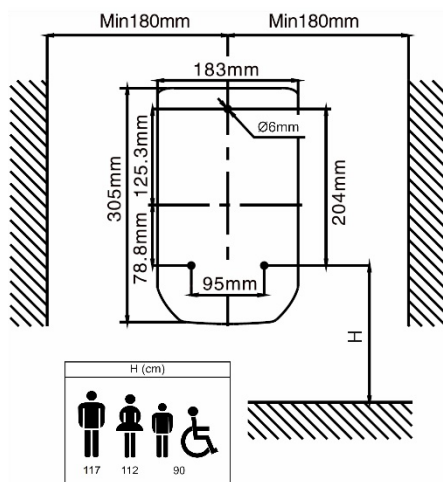

Fig. 3
- (Fig. 3) Verifique se o local em que você está instalando o aparelho respeita as medidas mínimas indicadas. Recomendamos variar a altura de instalação do dispositivo, dependendo se você deseja instalá-lo em um serviço para homens, mulheres, crianças e pessoas com deficiência.